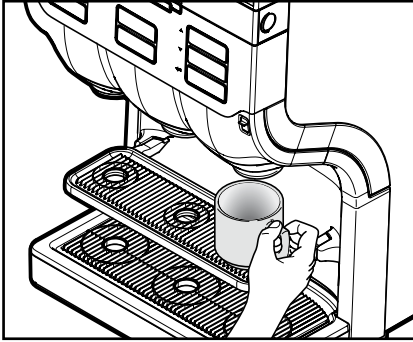

Bild 10
- Ställ koppen på kopplattformen (bild 10).
1. Ställ koppen på kopplattformen (bild 10).